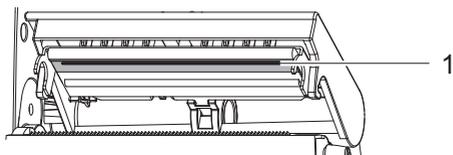

Рис. 16 Строка печатающей головки
- ▶ Проворачивайте вал (6) шестигранной отверткой TX10 по часовой стрелке до тех пор, пока зубчатые рейки (7) не выйдут из зацепления с зубчатыми колесами.
- ▶ Выньте верхнее лезвие (9) из направляющих (8).
- ▶ Выньте нижнее лезвие (10).
- ▶ Вставьте нижнее лезвие сверху в держатели (11).
- ▶ При необходимости снова вставьте пружины (12) в картриджи для пружин (13).
- ▶ Для монтажа верхнего лезвия прижмите нижнее лезвие к крышке, вставьте верхнее лезвие в направляющую и подавайте как можно дальше вверх, пока зубчатые рейки (7) не войдут в зацепление с зубчатыми колесами (5).
- ▶ Проворачивайте вал (6) шестигранной отверткой TX10 против часовой стрелки, пока лезвие не достигнет верхнего упора.
5. Вставьте узел ножа (3) согласно рис. 16 в оси (2) и опускайте в крышку (4), пока не раздастся щелчок.